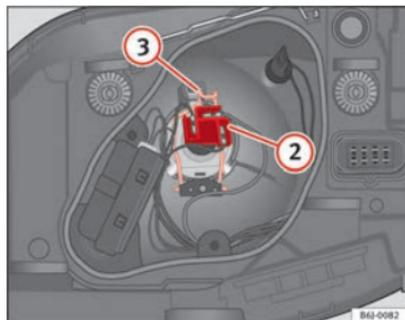

Fig. 156 Médios / máximos farol simples
- Retirar o conector ⇒ Fig. 156 ② da lâmpada.
- Desengate a mola de fixação ⇒ Fig. 156 ③ pressionando-a para dentro e para a direita